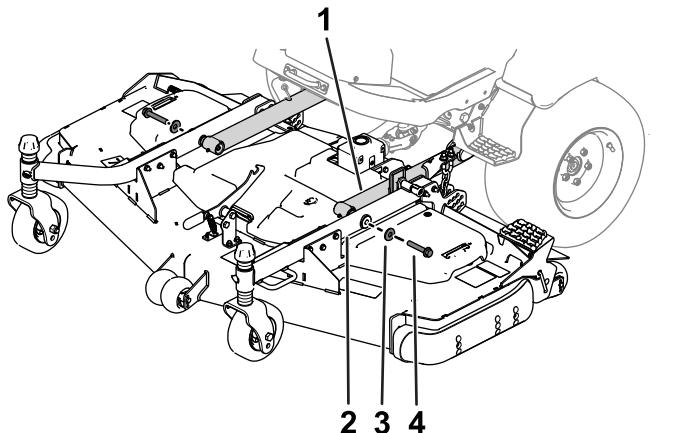

Figura 5
7. Utilice 2 pernos y 2 arandelas para fijar los brazos de las ruedas giratorias a los brazos de elevación (Figura 5).